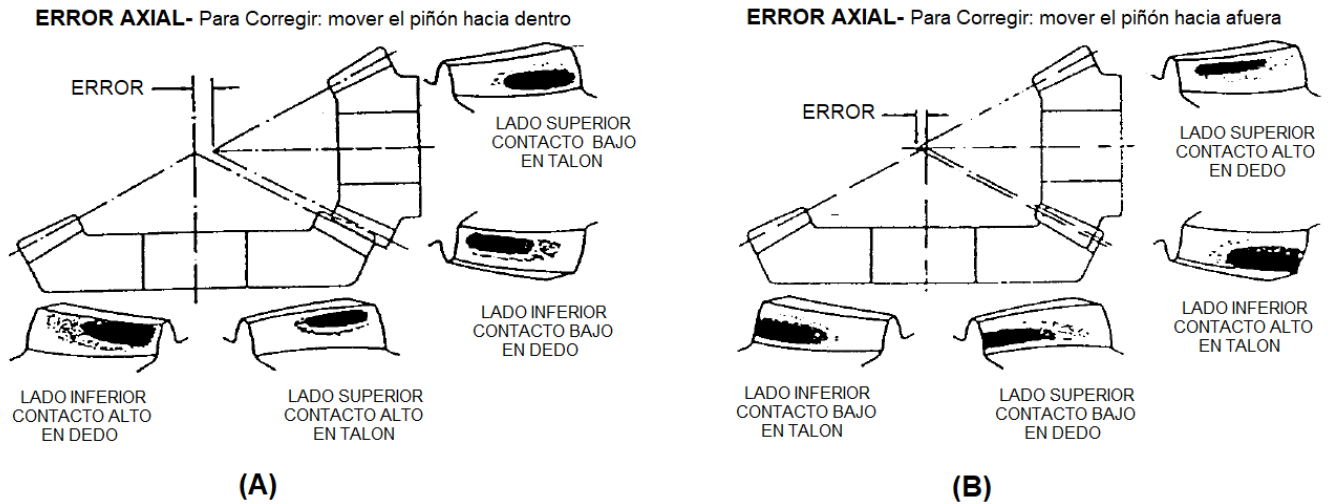

Figura 4
- 8.4 La figura 4 muestra las dos formas más comunes de contacto incorrecto de los dientes. Cuando el contacto entre dientes ocurre como en la figura 4A, revise los siguientes puntos: